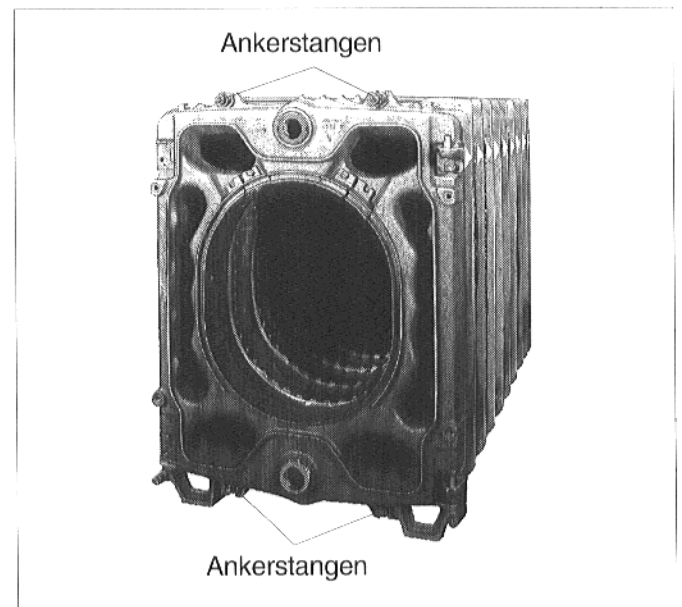

Abb. 12
- **Ankerstangen einsetzen.** Ankerstangen (2 Stück) oben links und rechts neben der Nabe vom Vorder zum Hinterglied einsetzen (Abb. 12).
- Ankerstangen (2 Stück) unten links und rechts - je nach vorhandenem Platz von vorne oder hinten - unter dem Kesselblock durchschieben und neben den Kesselgliedfüßen in die Aussparungen (Abb. 12) einsetzen.